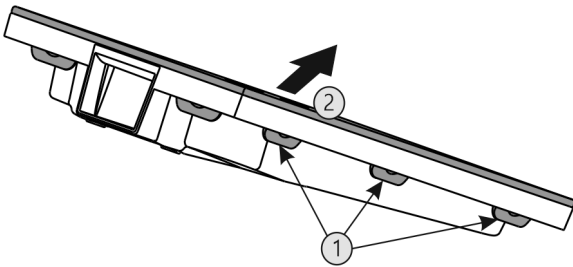

Fig. 41
- ▶ Apăsați toate eclisele Fig. 41 (1) consecutiv și scoateți capacul Fig. 41 (2).